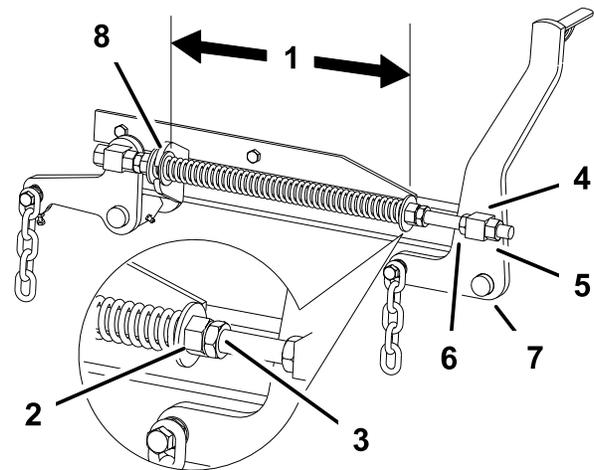

Figure 79
2. Vérifiez que les deux grandes rondelles sont espacées de 29,2 cm (11,5 po) (Figure 79).
3. Réglez cette distance en desserrant l'écrou de blocage du ressort et en tournant l'écrou devant chaque ressort (Figure 79). Tournez l'écrou dans le sens
4. Bloquez l'écrou en position en serrant l'écrou de blocage du ressort (Figure 79).